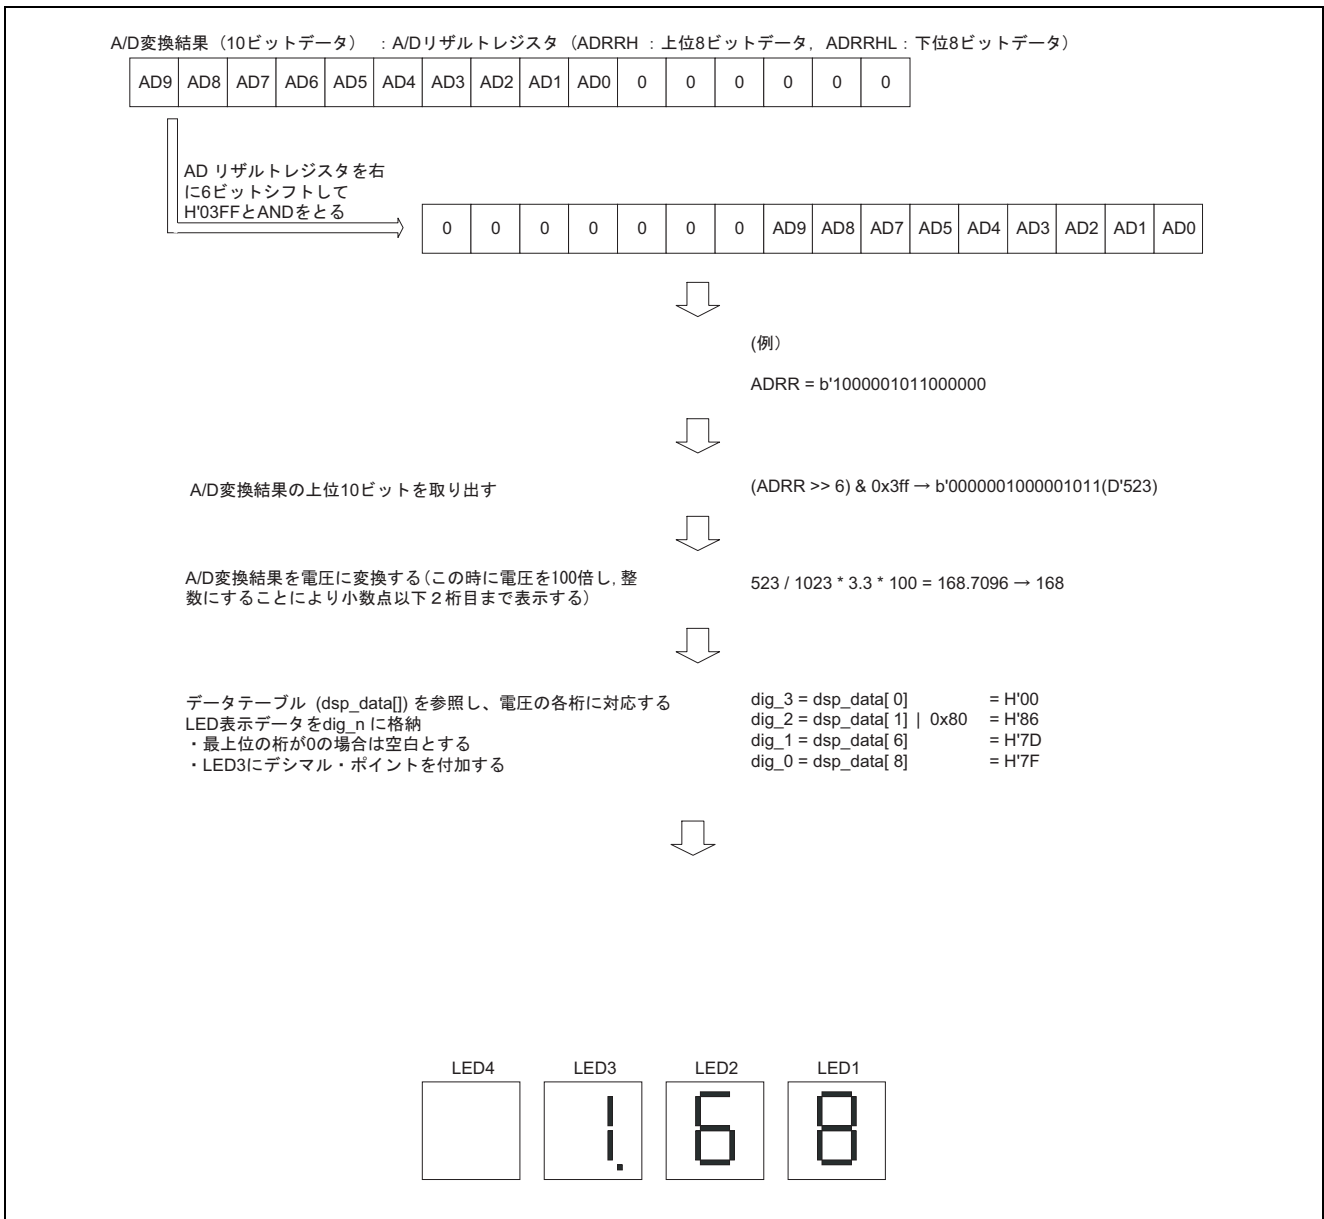

図 3 A/D 変換結果の LED 表示方法
(9) 本タスク例では、A/D 変換結果を 7 セグメント LED に小数 (単位:V) で表示させます。図 3 に A/D 変換結果の LED 表示方法を示します。